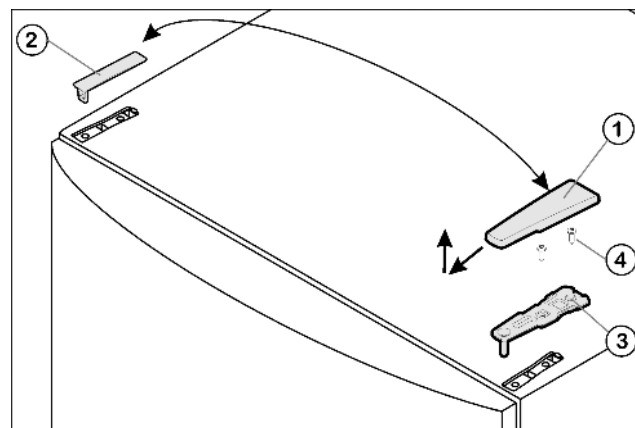

Fig. 4
- ▶ Wyjąć osłonę Fig. 4 (1) do przodu i do góry.
- ▶ Podnieść osłonę Fig. 4 (2).
- ▶ Odkręcić górną płytkę zawiasu Fig. 4 (3)(2 razy Torx® 25) Fig. 4 (4) i wyjąć ją do góry.
- ▶ Włożyć w drzwi górną płytkę zawiasu Fig. 4 (3) po nowej stronie zawiasów.
- ▶ Dokręcić górną płytkę zawiasu (z siłą 4 Nm) (2 razy Torx 25) Fig. 4 (4). Ewentualnie nakłuć otwory pod śruby lub użyć wkrętarki akumulatorowej.
- ▶ Założyć osłonę Fig. 4 (1) i osłonę Fig. 4 (2) od zewnątrz odpowiednio po przeciwległej stronie i zazębnić.